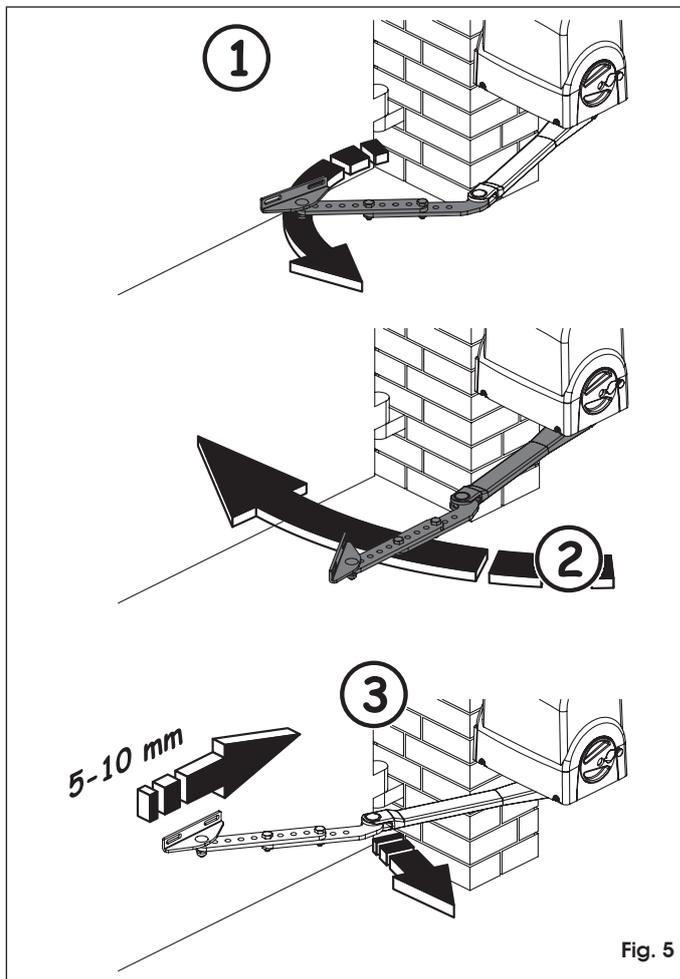

Fig. 5
7. Aligner les deux bras, Fig. 5 réf. ①.
8. Tourner les deux bras jusqu'à ce que la patte antérieure soit au contact du vantail, Fig. 5 réf. ②, de manière à déterminer la position de fixation.
9. Faire reculer la patte de 5 - 10 mm, en pliant le bras, et marquer les positions de fixation, Fig. 5. réf. ③.